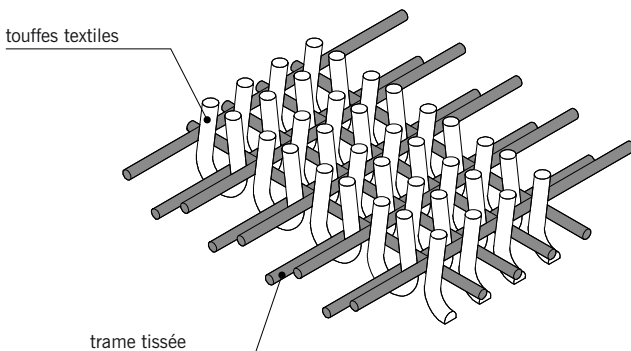

fig. 10.18
- La **moquette tissée** réalisée sur un métier à tisser (fig. 10.18).